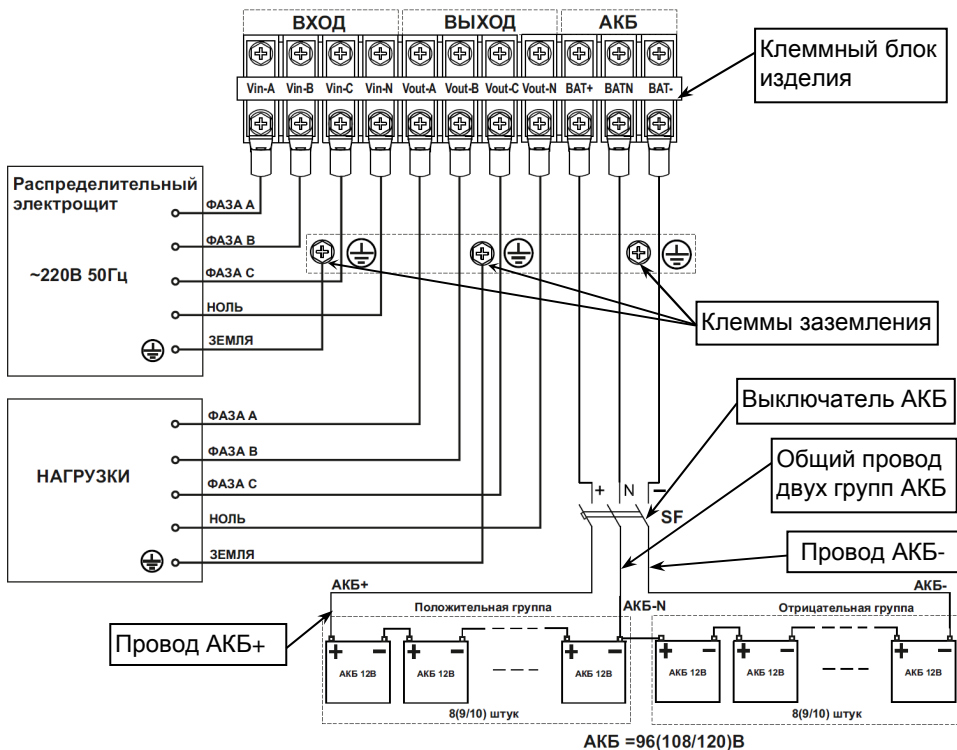

Рисунок 23 — Схема подключения изделия и монтажа аккумуляторной батареи.
Между АКБ и изделием должен быть подключен автоматический выключатель постоянного тока (SF, на номинальный ток 125А, см. рисунок 23).
- подключение кабелей к клеммному блоку следует выполнять в соответствии со схемой (см рисунок 23) и маркировкой, нанесенной на клеммном блоке изделия;
- подключить провода заземления кабелей подключения питающей сети и нагрузки к клеммам заземления (см. рисунок 23);
- Включите защитный автоматический выключатель АКБ (SF) (см. рисунок 23), подождите около 30 секунд;
- Выключите защитный автоматический выключатель АКБ (SF) (см. рисунок 23);